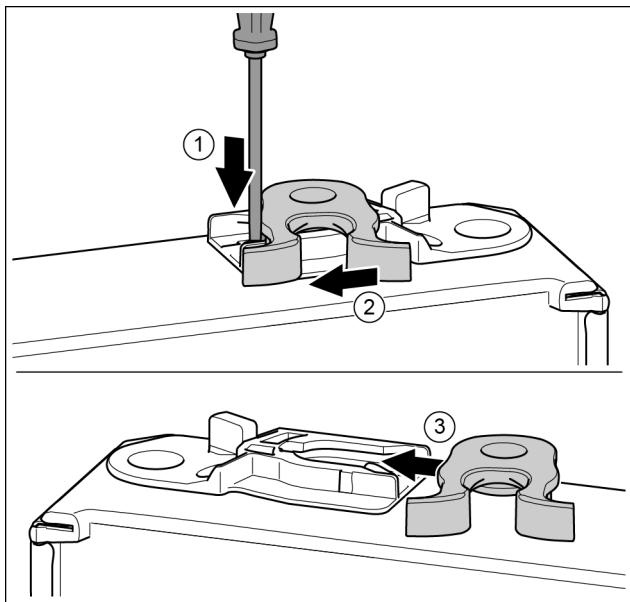

Fig. 19
- Odvijačem s prorezom pritisnite jezičac prema dolje. Fig. 19 (1)
- Izvucite kuku za zatvaranje iz vodilice. Fig. 19 (2)
- Gurnite kuku za zatvaranje na drugoj strani u vodilicu. Fig. 19 (3)